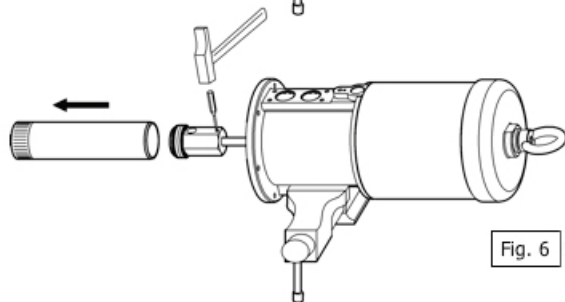

Fig. 6
- 2) Remove the pin (45) situated in the lower part of the connecting rod (44) (fig.6) and unscrew the upper valve assembly.
- 2) Avlägsna låspinne (45) som sitter i den nedre del av kolvstång (44) (fig.6) och skruva bort kolven helt.